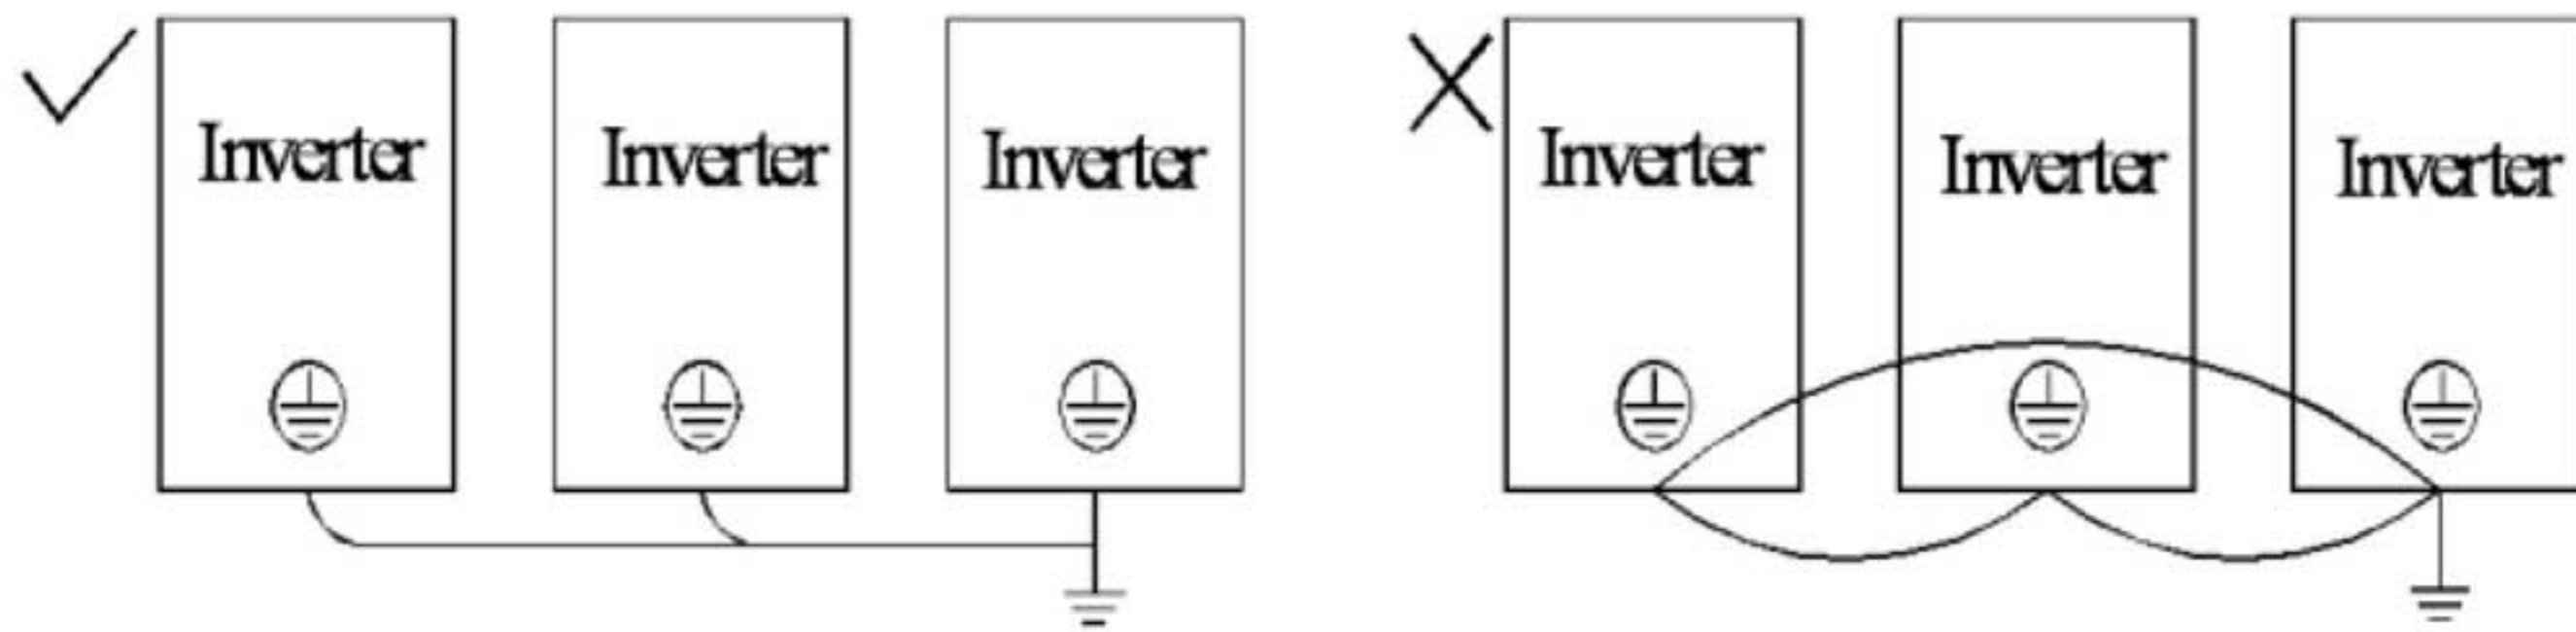

Рис. 3-12 Подключение заземления
- При установке нескольких ПЧ рядом друг с другом они должны быть заземлены как показано на Рис. 3-12 (по схеме звезды). Не соединяйте клеммы заземления ПЧ последовательно и не допускайте образования замкнутых контуров.